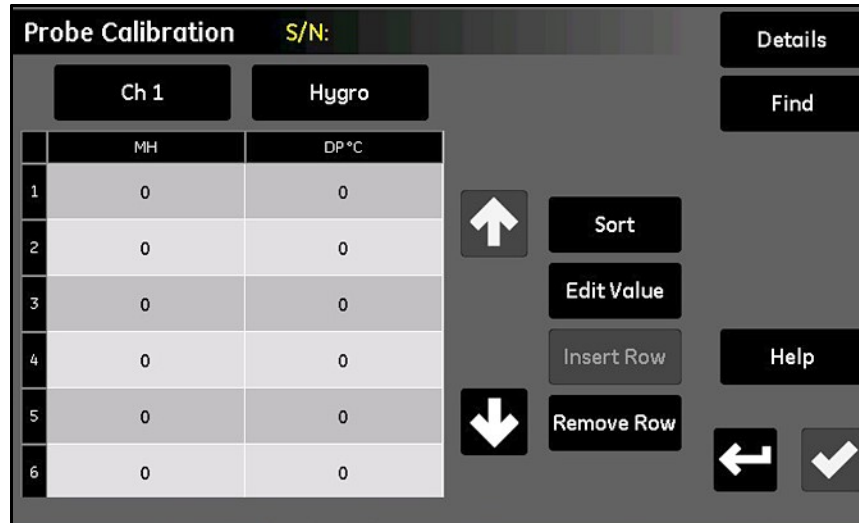

Figura 58: Tela Configuração da Sonda
1. Na tela *Menu Configuração*, toque no botão **Calibração da sonda** para abrir uma tela *Calibração da sonda* semelhante à *Figura 58 na página 65*. **Observe que o número de série da sonda correspondente está no topo da tela para referência.**